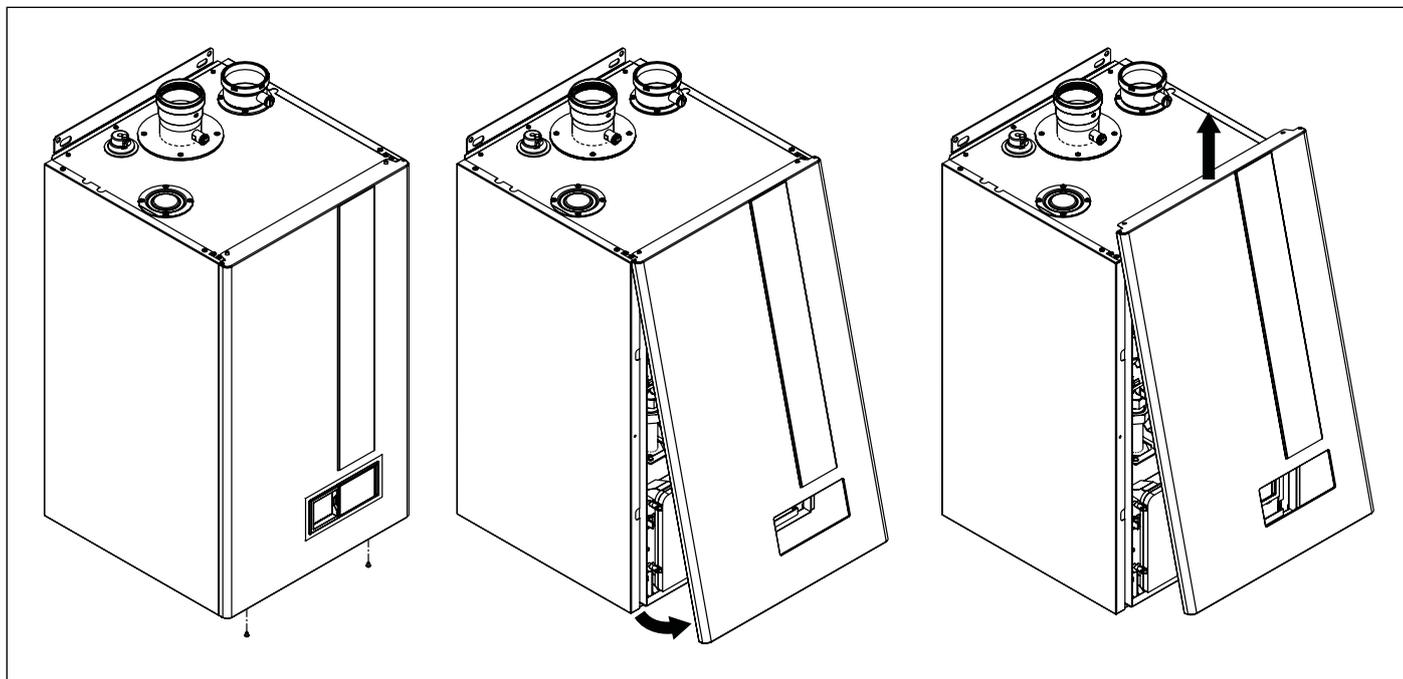

Fig. 34 Ouverture corps
- Enlever le corps frontal de la chaudière (voir Fig. 34 Ouverture corps).